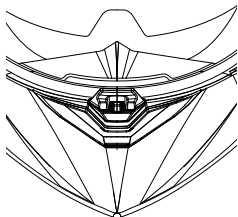

FIGURE 2
Si après répétition de l'essai, il s'avère de nouveau impossible de serrer correctement le système de fermeture, s'abstenir d'utiliser le casque. Uniquement après avoir contrôlé la tension correcte de la sangle, fixer l'extrémité libre en la bloquant à l'aide du bouton automatique se trouvant sur la languette d'ouverture (Figure 2).
#### PRISE D'AIR FRONTALE MENTONNIERE — E — Figure 2/3
- Figure 2: prise d'air complètement fermée.